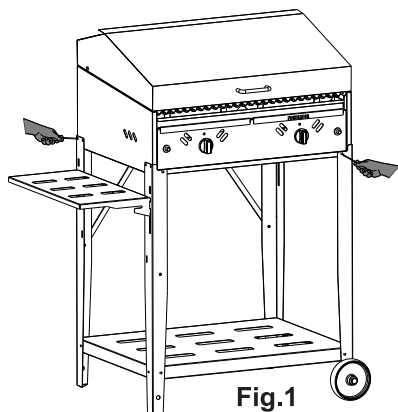

Fig.1
- 4** Para fijar la Parrilla Ponderosa Gas 70 a las patas, coloque tres tornillos en una pata, se recomienda no ajustarlos completamente, y luego otros tres como se indica en la **Fig.1**. Repita el procedimiento con las patas restantes y, cuando las cuatro estén fijas de manera parcial, termine de ajustarlas completamente.